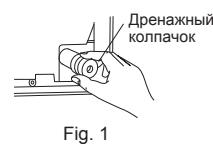

Fig. 1
- Для обеспечения оптимального дренажа дренажный шланг должен иметь наклон вниз. (Fig. 1)
- Положите вместе трубопровод хладагента и дренажный шланг и плотно оберните войлочной лентой (4) с концов. При обмотке переходите войлочной лентой (4) должен составлять 1/3 ее ширины. Зафиксируйте конец войлочной ленты (4) бандажной стяжкой.
- Потянув на себя, снимите дренажный колпачок, расположенный в правой задней части внутреннего прибора. (Fig. 1)
- Правильно режьте медную трубу с помощью трубореза. (Fig. 1, 2)